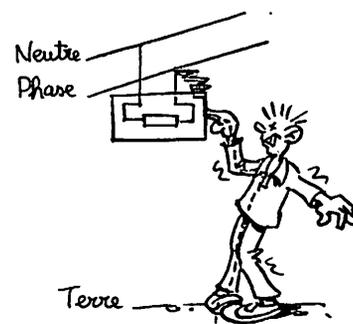

Fig. 5 : Contact indirect.
- électrisation par contact indirect (fig. 5).